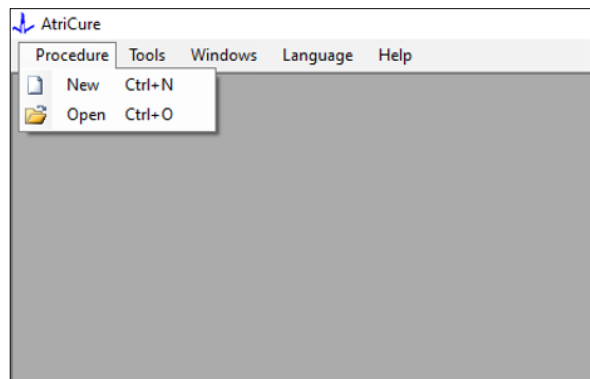
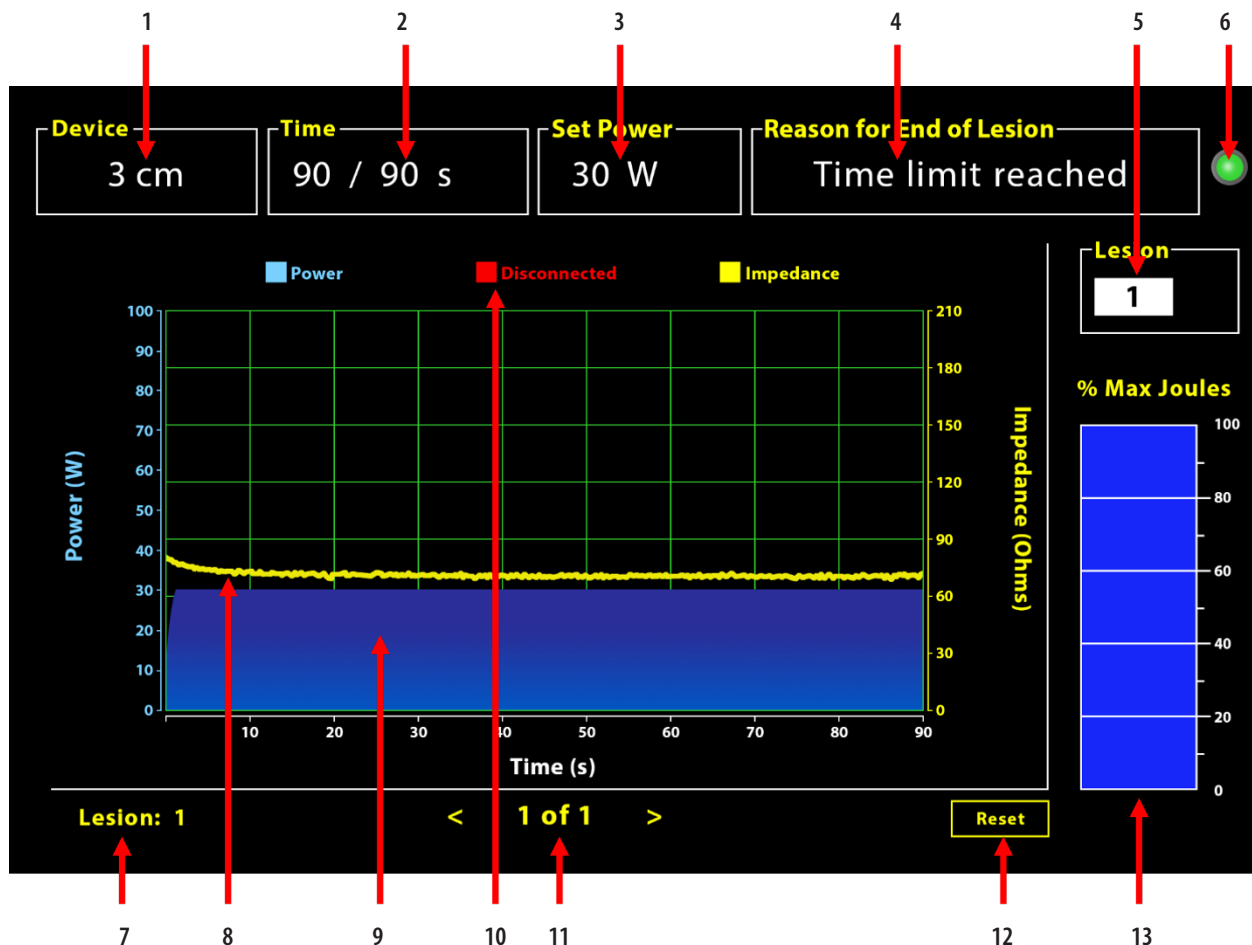

Figura 4: Opção para abrir uma nova janela de procedimento
Figura 5: Esquema da interface do software
2. Ao seleccionar Procedimento > Novo, irá abrir a seguinte janela (consulte a **Figura 4** e a **Figura 5**):
O gerador continua a enviar energia de RF para ablação, exceto quando um dos três critérios seguintes seja cumprido. Tais razões são apresentadas na janela «Motivo do fim da lesão» (n.º 4 na Figura 5):